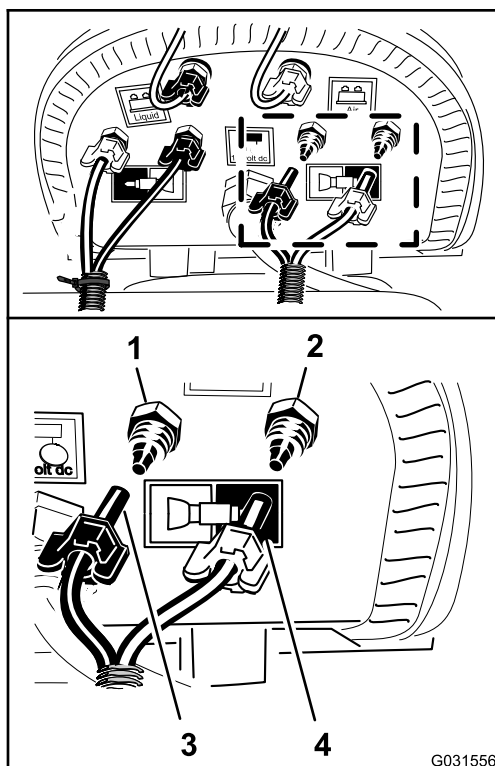

Рисунок 143
- Подсоедините немаркированную (без кабельной стяжки) трубку, надев синюю трубку левой секции опрыскивателя на обжимной фитинг водяного контура левой секции опрыскивателя (Рисунок 143).
6. Наденьте зажимную гайку трубки на фитинг и затяните гайку от руки (Рисунок 143).
7. Подсоедините прозрачную трубку левой секции опрыскивателя к обжимному фитингу воздушного контура левой секции опрыскивателя (Рисунок 143).
8. Наденьте зажимную гайку трубки на фитинг и затяните гайку от руки (Рисунок 143).